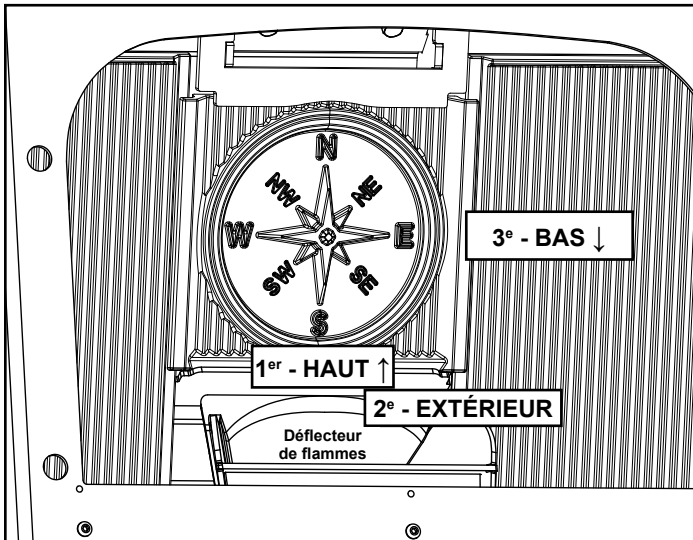

Figure 5.3
3. Retirez les (4) pièces internes en fonte Figure 5.2. Consultez les figures 5.3 et 5.4 pour connaître les instructions pour ce faire.
3. Tirez les coins du médaillon vers le bas jusqu'à ce que le dessus soit libéré du dispositif de retenue qui garde le dessus aligné lorsqu'il est en place. Figure 5.3.